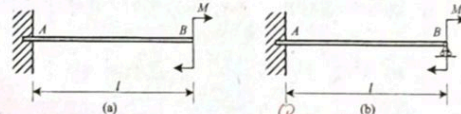

图 4
5、(本题 6 分) 如图 4(a)所示的长 l 的悬臂梁在自由端 B 处受到一个恒定的力偶 M 。求梁自由端 B 点的挠度 $w_B = \frac{Ml^2}{2EI}$ 。若在 B 端增加一个新的可动铰支座约束, 如图 4(b)所示, 则此时 B 端的约束力 $F_{NB} = \frac{3M}{2l}$ 。设该梁的抗弯刚度 EI 为常数。